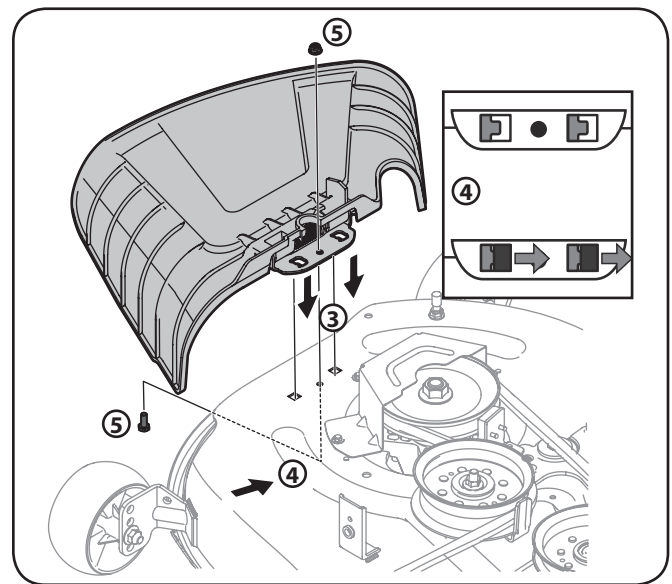

Figura 3-4
3. Coloque el deflector del canal en la cubierta, asegúrese de insertar las lengüetas del deflector del canal en los orificios de la cubierta. Vea la Figura 3-4.
4. Cuando las fichas se han instalado en la cubierta, deslice el deflector del canal hacia la parte trasera del tractor hasta que el orificio del perno en el deflector del canal se alinea con el agujero en la cubierta. Vea la Figura 3-4.
5. Fije el deflector del canal en su lugar con la tuerca de seguridad con brida y hex extraído en el paso 2. Apriete a 102-124 pulg-lbs. Vea la Figura 3-4.